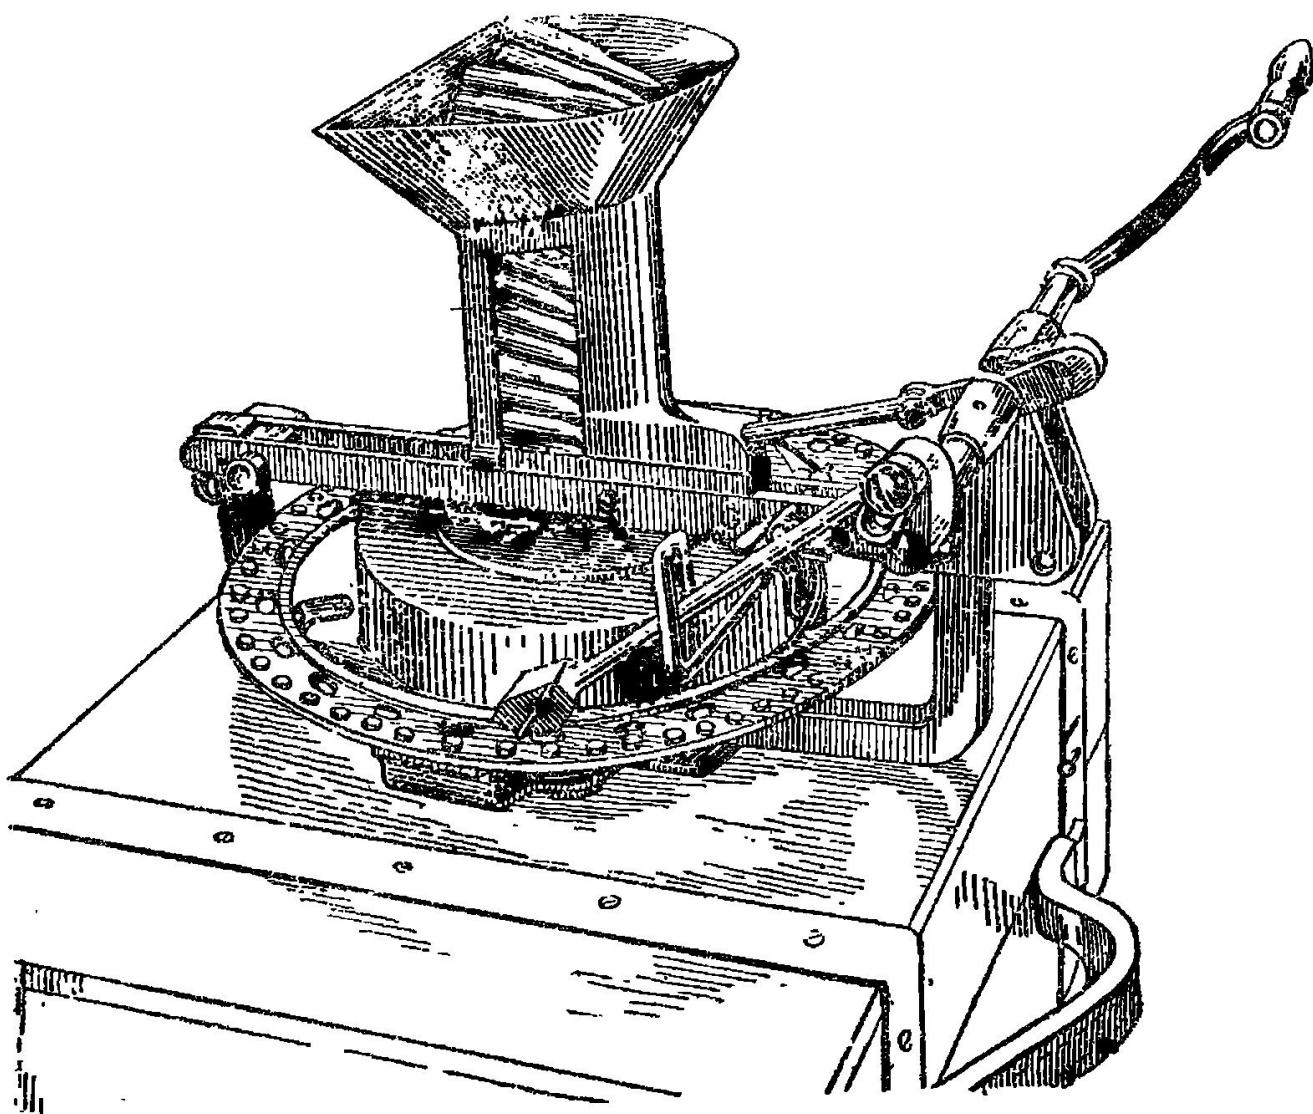

Рис. 2. Общий вид машинки системы Ракова при набивке магазинов ДТ и ДА
1) Крышка машинки должна быть присоединена своим болтом к заднему, загнутому кверху, концу рамы-стойки через ворос от края отверстие 7 (рис. 2 и 8).
2) Кривошип толкателя должен быть насажен на коленчатый валик большим коленом наружу и составлять с коленом валика угол около 62° (рис. 2).